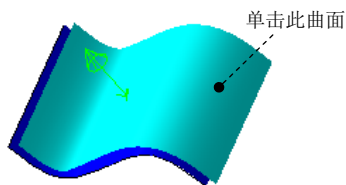
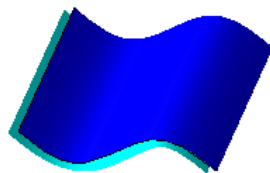

图 5.2.20 曲面的法向
图 5.2.21 调整补正方向
- 按钮：用于单独翻转补正曲面。单击此按钮，在绘图区显示图 5.2.20 所示的曲面的法向，此时单击此曲面可以调整补正方向，如图 5.2.21 所示。